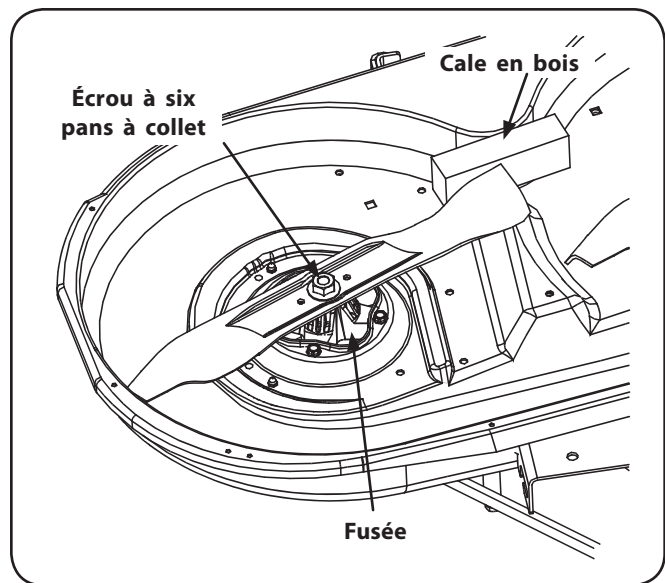

Figure 7-7
2. Avec une clé de 15/16es de po, tenez l'écrou à six pans sur le haut de la fusée en desserrant l'écrou à six pans qui retient la lame. Une cale en bois peut être placée entre l'habitacle du plateau de coupe et le tranchant de la lame pour dégager l'écrou à six pans qui retient la lame. Voir la Figure 7-7.